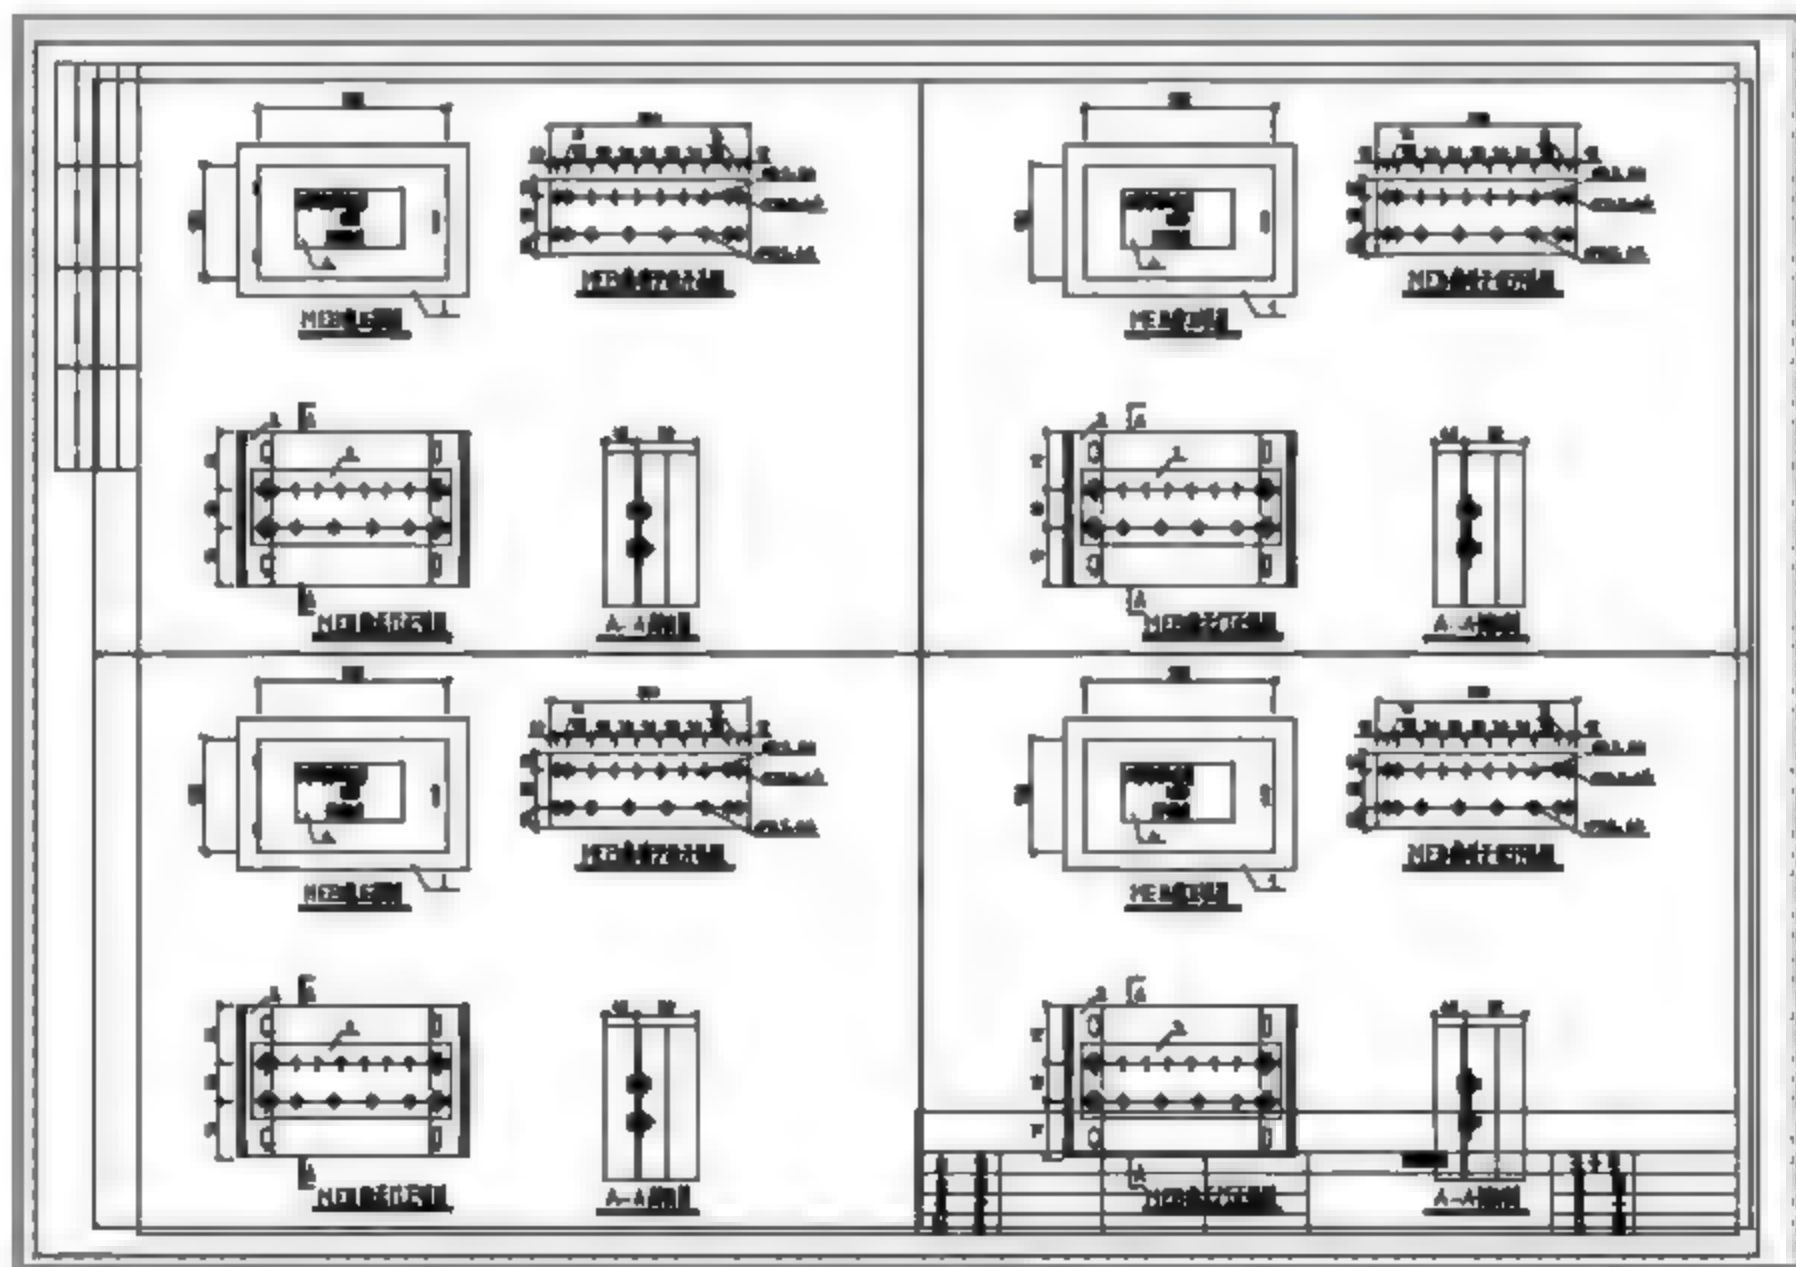

图14-31 插入图框
**03** 在命令行中输入S，选择【比例】选项，输入比例因子为0.97，按Enter键，插入图框结果如图14-31所示。